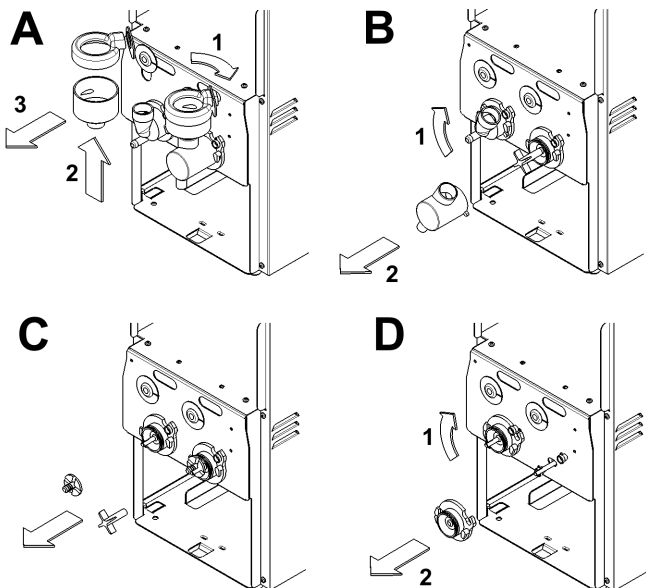

figura 6
- 5 Per smontare i miscelatori procedere come segue (vedere figura 6):
**1** Rimontare i gruppi di miscelazione con sequenza inversa rispetto a quella descritta nel capitolo precedente (vedere figura 6).